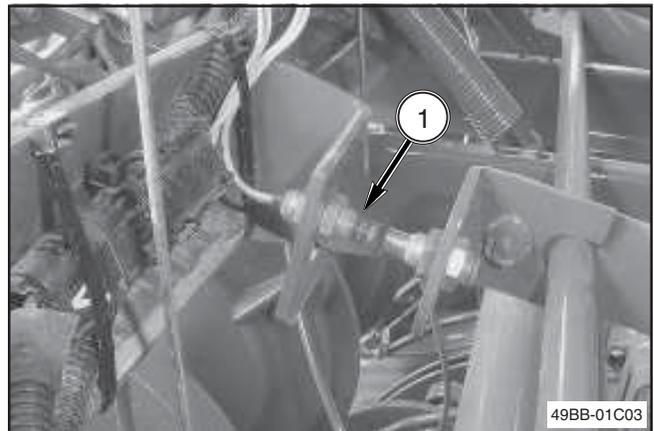

FIG. 10
FIG. 10: l'interruttore dei bracci svolgitori inferiori è situato presso l'estremità sinistra del gruppo annodatori. L'interruttore (1) dei bracci svolgitori superiori è situato presso l'estremità destra del gruppo annodatori. Questi interruttori controllano il funzionamento degli annodatori ed avvisano l'operatore in caso di problemi di legatura.